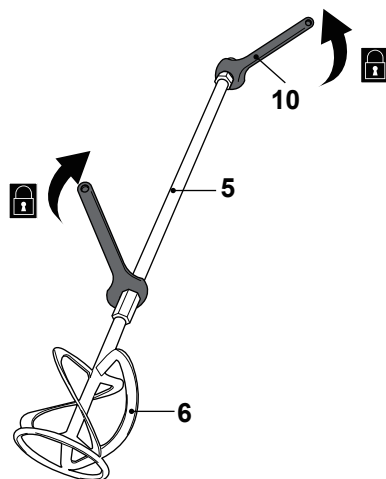

Fig. 2
>Fixe a porca soldada do eixo (5) com uma chave de montagem (10) e fixe a palheta misturadora (6) no sentido dos ponteiros do relógio com outra chave de montagem (10) agarrando a porca soldada (Fig. 2).